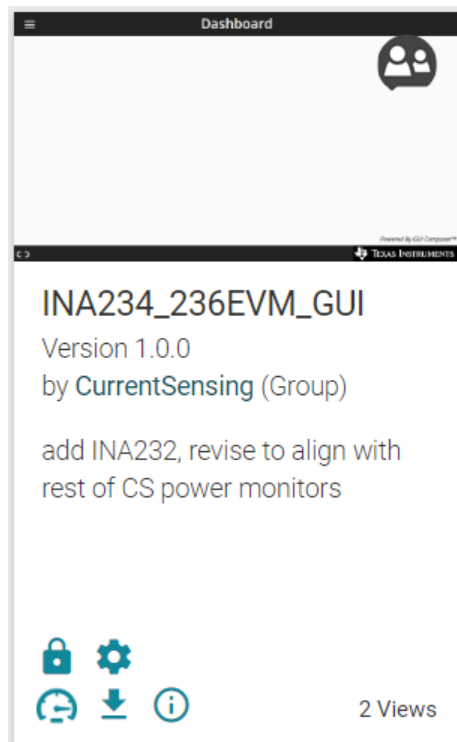

图 4-4. GUI Composer 程序
3. 点击 *GUI Composer* 应用程序（图 4-4），从网络浏览器启动 GUI。
4. (可选) 点击 *GUI Composer* 程序 (图 4-4) 中的  图标，按照提示下载 GUI，供离线使用。